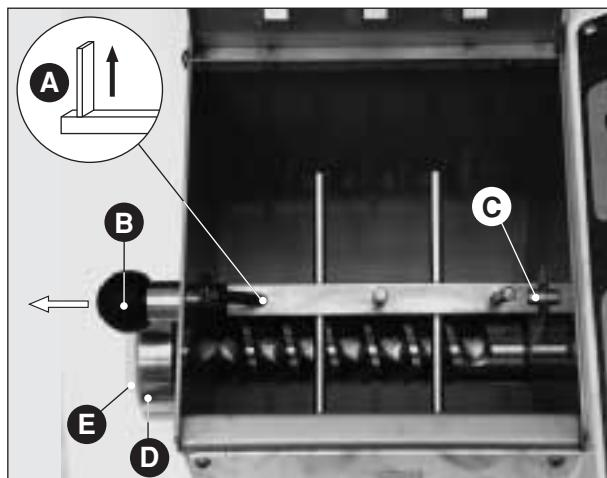

Fig. 13
- Malaxeur: s'assurer que la pale extérieure est en position verticale haute (**Fig. 13 A**) (on ne peut démonter la pièce que dans cette position). Démonter le malaxeur, tirer le pommeau (**Fig. 13 B**) jusqu'à ce que le malaxeur se déboîte; désengager l'arbre carré de son logement (**Fig. 13 C**) et tourner simultanément l'extrémité externe vers le haut. Pour le montage de la pièce, opérer dans le sens inverse en faisant attention à aligner le siège central de l'arbre avec le centreur du support mobile; puis relâcher le pommeau.
- Douille (**Fig. 13 D**) et filière (**Fig. 13 E**): dévisser la douille à la main, en faisant attention dès que la douille sort de son logement à ne pas faire tomber les pièces (il ne faut pas se faire mal, ni endommager les pièces).
- Vis de sélection (**Fig. 13 F**): une fois que la douille est démontée avec la filière, on peut extraire la vis de sélection facilement en la prenant par l'extrémité interne et en la poussant en-dehors de la spirale.